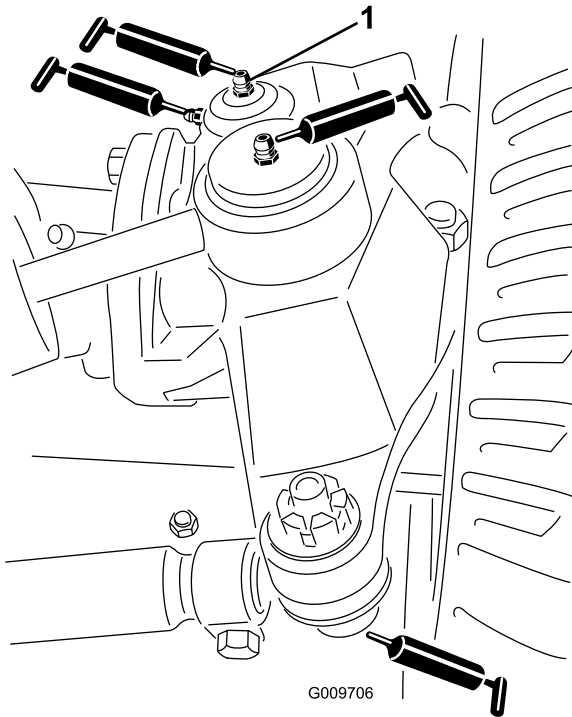

Bild 21
- Lenkzylinder-Kugelgelenke (2) (Bild 21)
- Spurstangen-Kugelgelenke (2) (Bild 21)
- Achsschenkelbolzen (2) (Bild 21) **Fetten Sie die obere Armatur am Achsschenkelbolzen nur einmal jährlich (2 Pumpen).**